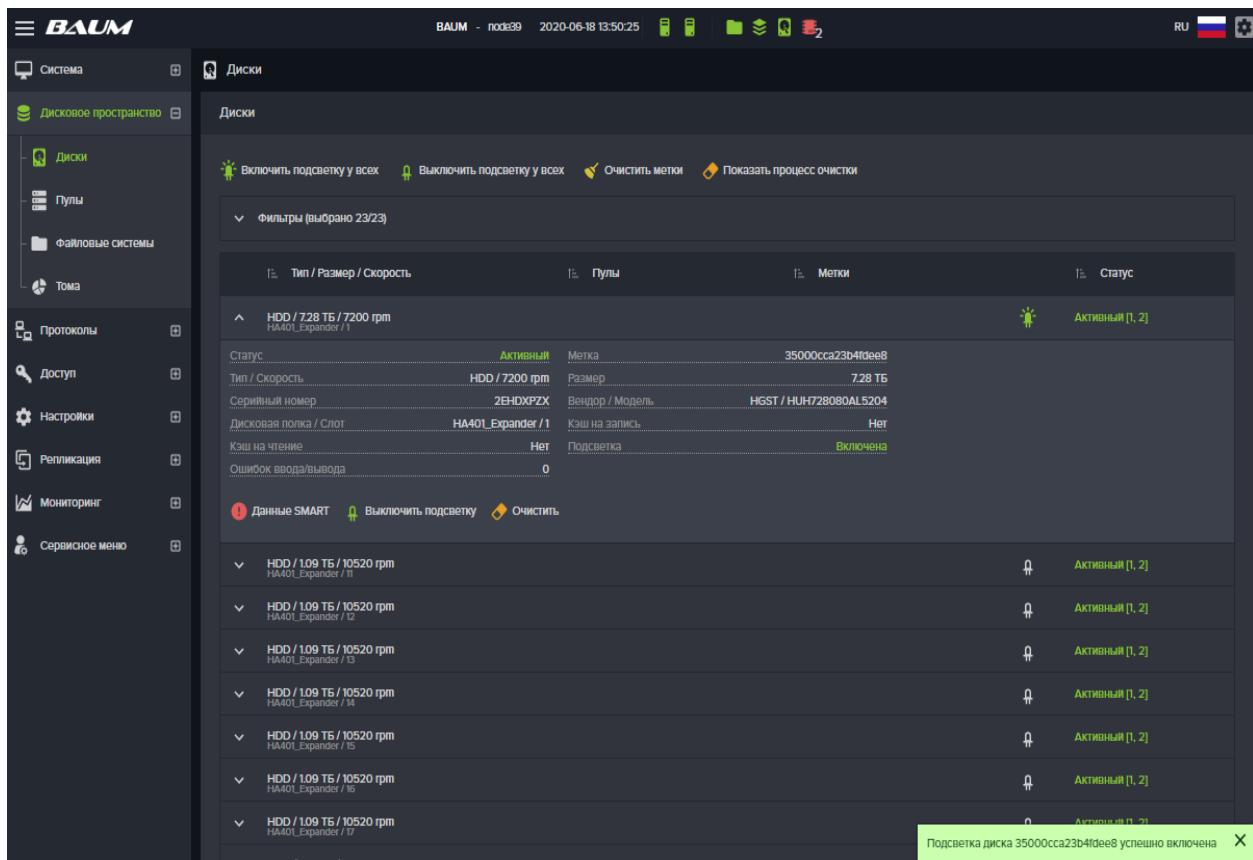

Рисунок 59. Включение/отключение подсветки в полке.
3. Нажмите на кнопку «**Включить подсветку**» (см. Рисунок 59);